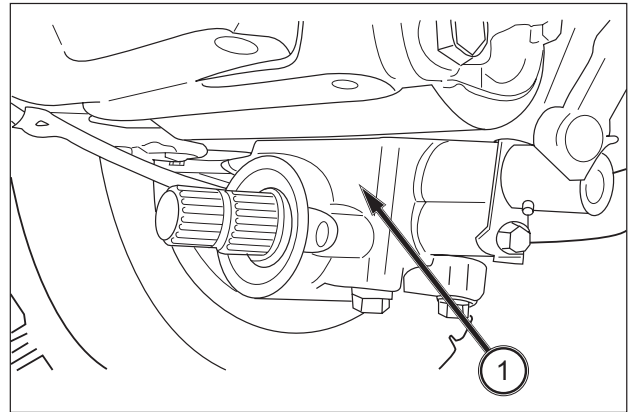

**ABB. 84**
**ABB. 84:** Die mittlere Zapfwelle (1) (15 Zähne, 25,4 mm) befindet sich an der Unterseite des Getriebes und zeigt nach vorne. Die mittlere Zapfwelle dient als Antrieb für in der Mitte oder vorne montierte Anbaugeräte.